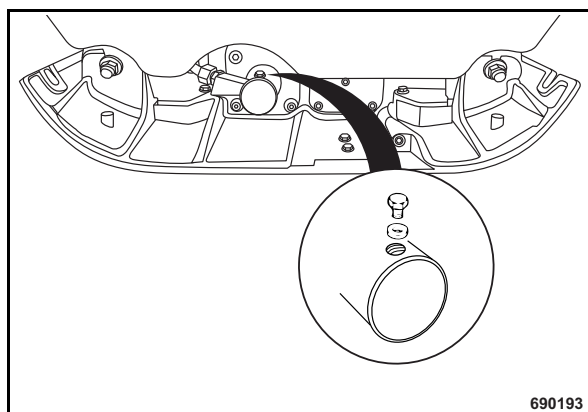

Fig. 64
- Soltar el tornillo de purga de aire (Fig. 64).